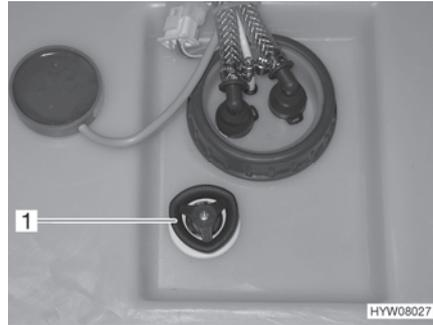

Fig. 140 Réservoir d'eau avec poignée tournante
- Faire tourner la poignée tournante (Fig. 140,1) du réservoir d'eau à fond dans le sens inverse des aiguilles d'une montre au-delà de la résistance pour ouvrir entièrement l'ouverture d'écoulement.